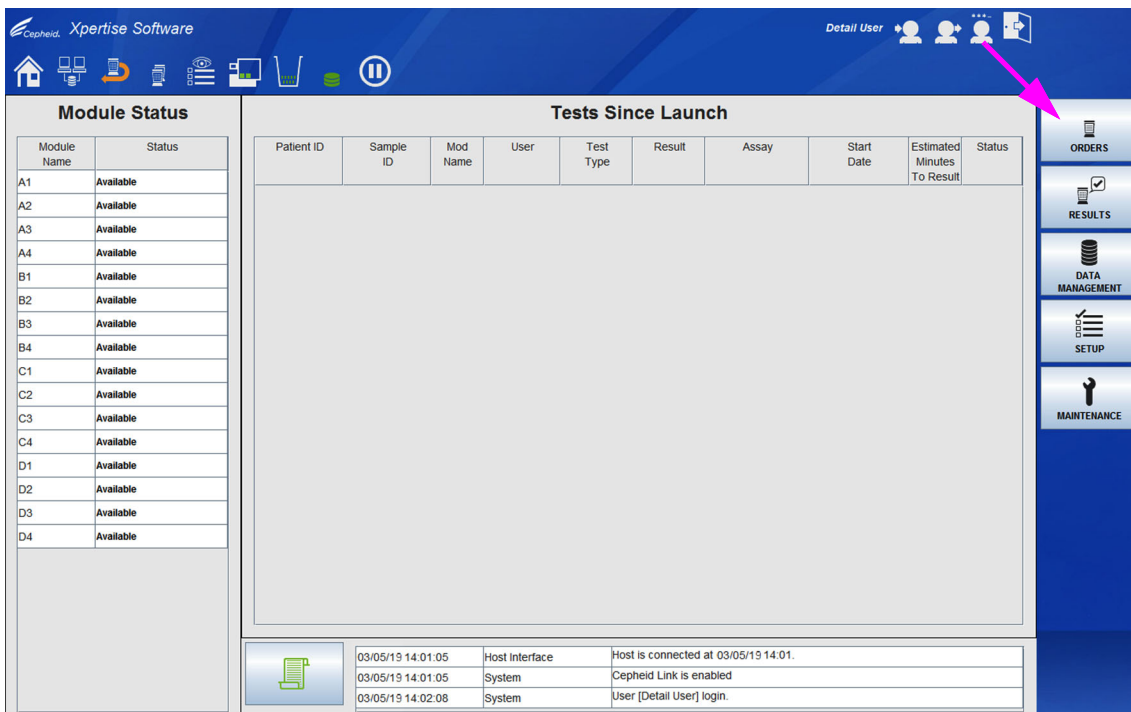
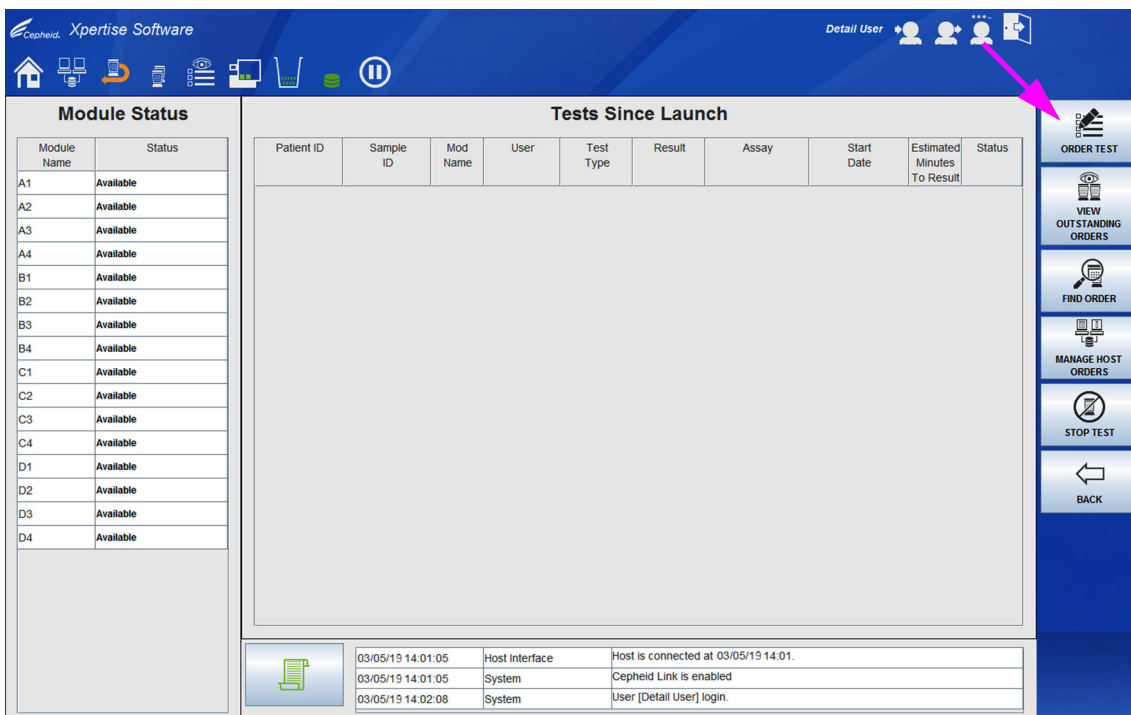

図 5-202. Xpertise Software ホームワークスペース
図 5-203. オーダーメニュー
1. Xpertise Software ホームワークスペースで、**オーダー (ORDERS)** ボタンを選択します。図 5-202 を参照。オーダーメニュー (Orders Menu) ワークスペースが表示されます。図 5-203 を参照。